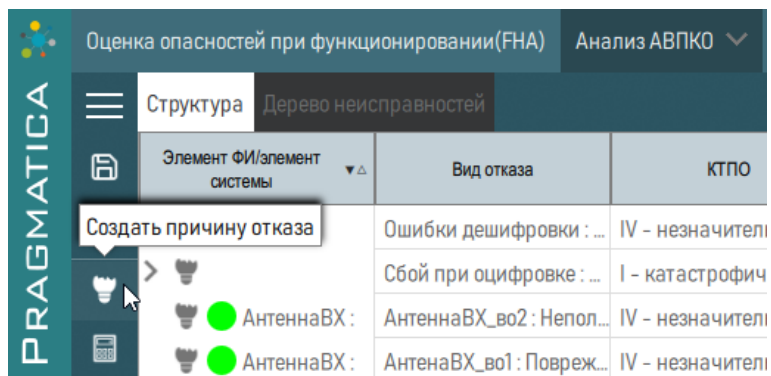

Рисунок 265 – Создать причину функционального отказа
1) Нажать кнопку «Создать причину отказа», расположенную слева на панели (рисунок 265).